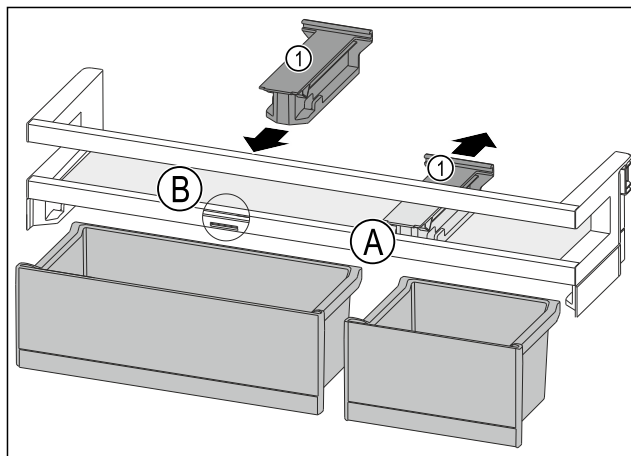

Fig. 130
- Retirer la pièce de retenue Fig. 130 (1) en position Fig. 130 (A) vers l'arrière.
- Mettre la pièce de retenue Fig. 130 (1) en position Fig. 130 (B).